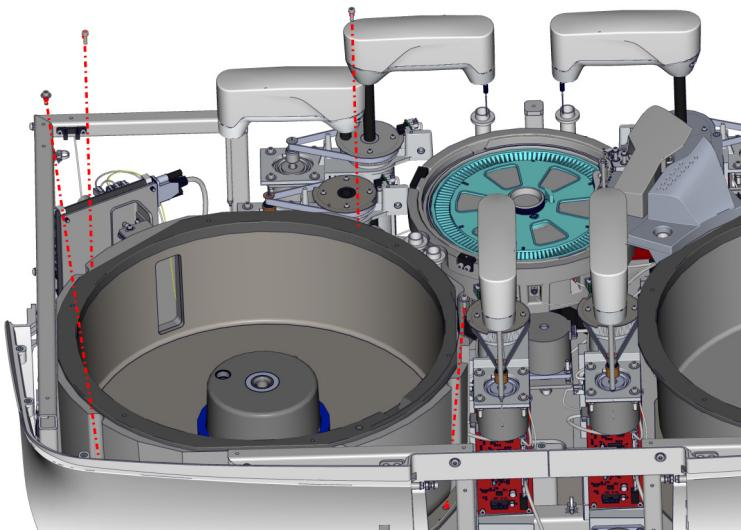

Ilustración 8.7 Tornillos de sujeción del rotor
5. Desatornille los 5 tornillos que sujetan el conjunto rotor a la base. Véase Ilustración 8.7